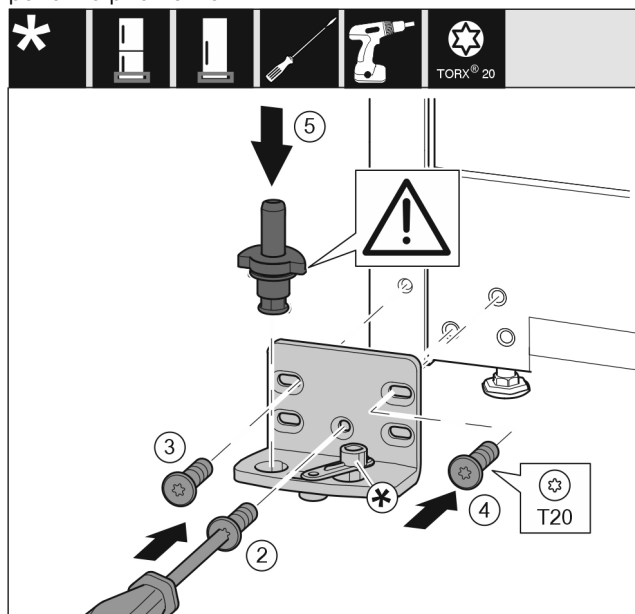

Fig. 17
- Postavite podložak ležaja na drugu stranu i pritegnite ga odvijačem. Započnite s vijkom Fig. 17 (2) dolje u sredini.
- Pritegnite vijak Fig. 17 (3) i vijak Fig. 17 (4).
- Potpuno umetnite podložak ležaja Fig. 17 (5). Pritom se pobrinite za to da je uskočna izbočina okrenuto prema natrag.